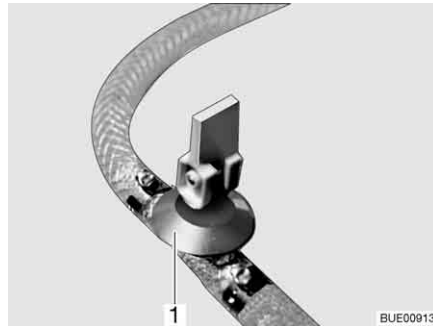
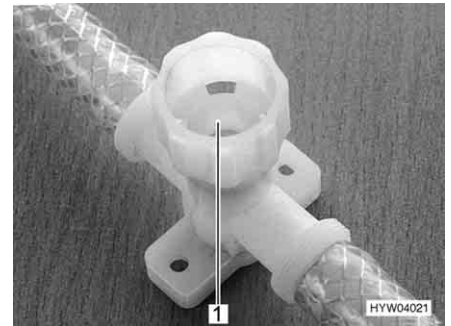

Fig. 244 Rubinetto di scarico (con leva a bilancere)
Fig. 245 Rubinetto di scarico (con tappo a vite)
- Chiudere tutti i rubinetti di scarico. Mettere la leva a bilanciere del rubinetto di scarico (Fig. 244,1) orizzontale o chiudere il coperchio del rubinetto di scarico (Fig. 245,1) in senso orario.